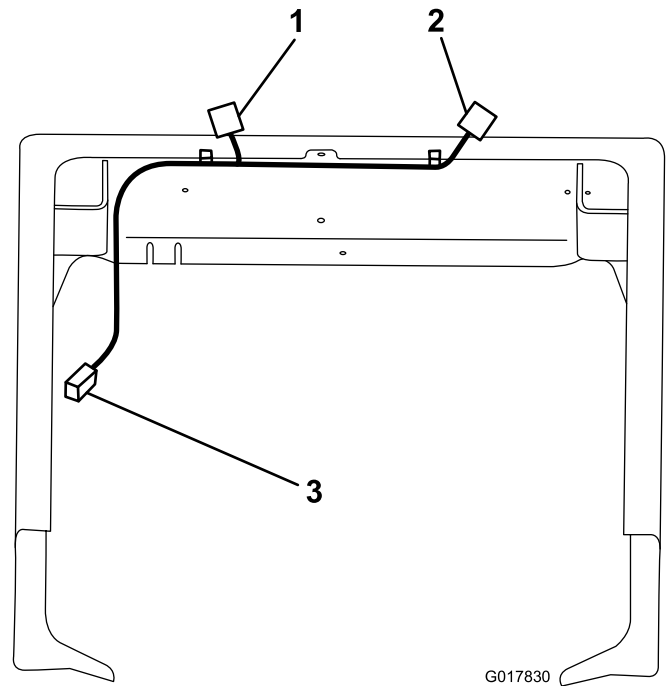

Figure 15
1. Disposez le faisceau de câblage arrière comme montré à la Figure 15. Notez que le côté le plus long du faisceau de câblage terminé par un connecteur plat à quatre broches doit être acheminé vers le feu arrière gauche.
2. Fixez le faisceau arrière au châssis de la machine avec les 2 clips de serre-câble en plastique du faisceau (Figure 15).
3. Branchez les connecteurs (plats à quatre broches) des feux arrière droit et gauche aux connecteurs correspondants (Figure 15).
4. Acheminez le reste du faisceau de câblage vers l'avant jusqu'au faisceau de câblage principal existant du véhicule sur le côté droit de la machine (Figure 15).
5. Localisez le connecteur du faisceau principal du véhicule étiqueté “BRAKE AND SIGNAL LIGHT KIT” (kit freins et clignotants) et raccordez-le au connecteur à l'extrémité du nouveau faisceau de câblage (Figure 15).
6. Utilisez des serre-câbles pour attacher le faisceau de câblage au faisceau de câblage principal existant du véhicule le long du châssis (Figure 15).